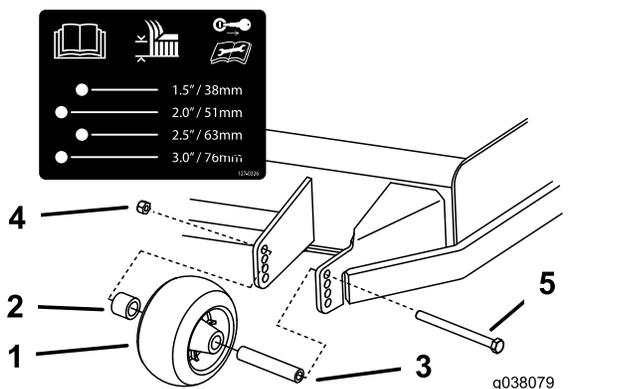

Bild 32
3. Stellen Sie die Antiskalpierrollen ein, wie in **Bild 32** abgebildet.